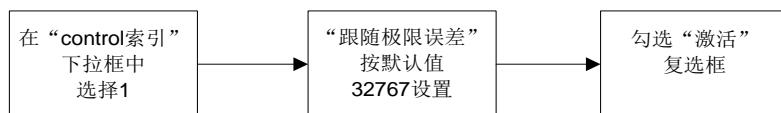

图 4-33 闭环模式下 control 配置流程
(6) 切换至'control'页, 如图 4-33 所示。